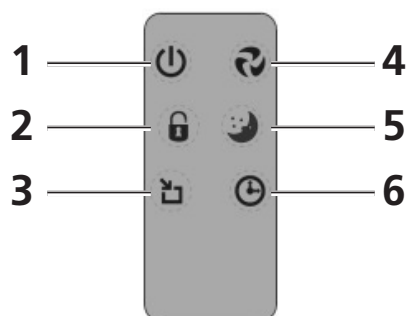
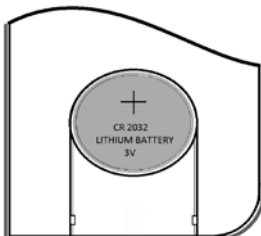

Afbeelding 3
Afbeelding 4
1. Geeft de ingestelde ventilator capaciteit weer. Door het indrukken van toets 2 (afbeelding 3) of toets 4 van de afstandsbediening (afbeelding 4) kan de ventilator capaciteit aangepast worden. Door deze toets meermalen in te drukken zal de capaciteit van de ventilator van LOW naar MEDIUM naar HIGH en vervolgens terug naar LOW gaan.